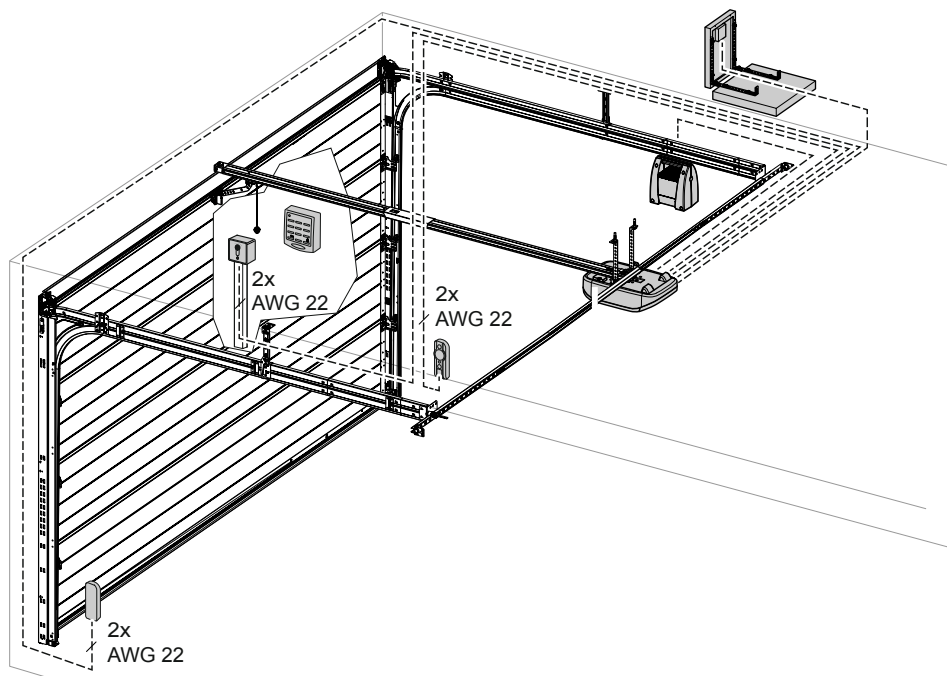

Fig. 3: Installazione esemplificativa accessori
Montare la sospensione centrale (13) sul binario di scorrimento (fig. 3).
### 3. Opzione: Montaggio su tetto (tetto piano, fig. 3)